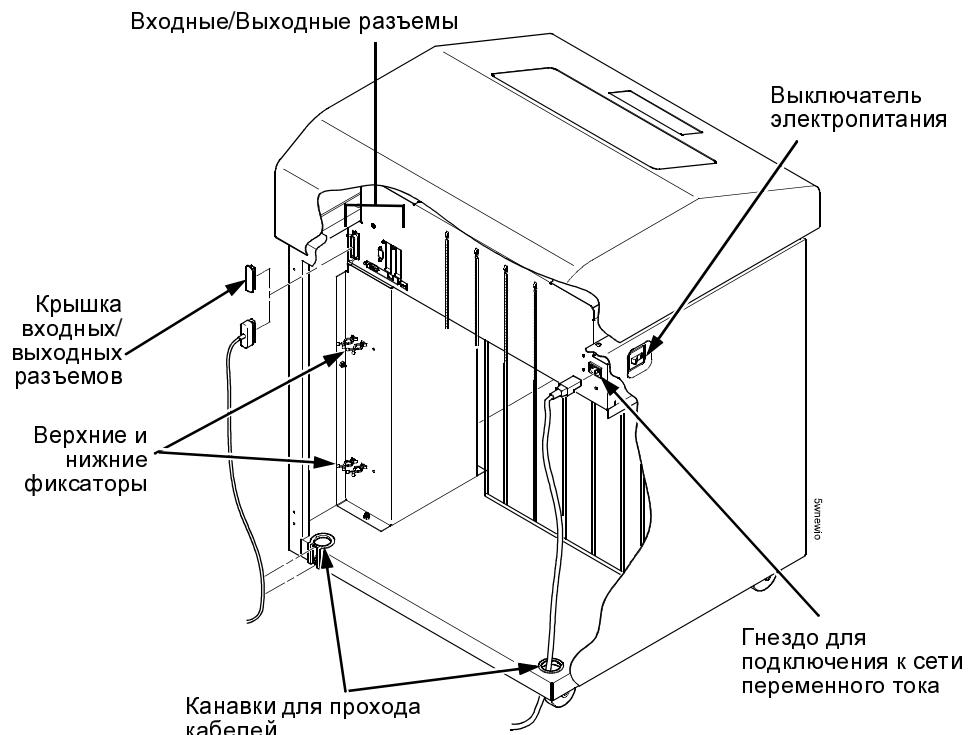

Рисунок 13. Прокладка кабеля входных/выходных сигналов и кабеля питания перем. током
6. Пропустите кабель питания через отверстие в заднем нижнем углу шкафа (см. Рисунок 13). Пропустите кабель питания через скобу, с которой соединена пневматическая пружина.